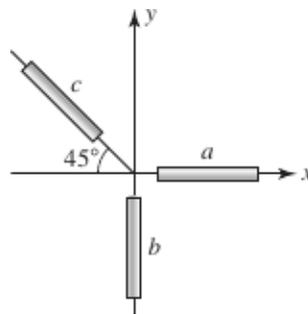

Figura 3
5. Em uma superfície de aço ( $E = 210$  GPa,  $\nu = 0.28$ ,  $\bar{\sigma} = 210$  MPa) as deformações medidas pela roseta de *strains-gages* mostrada na Figura 3 foram  $\varepsilon_a = -800 \times 10^{-6}$ ,  $\varepsilon_b = -300 \times 10^{-6}$ ,  $\varepsilon_c = -700 \times 10^{-6}$ . Adotando o critério de von Mises, determine se o material falha.